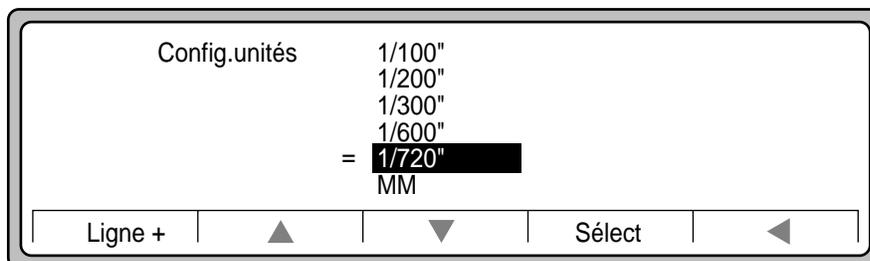

Figure 3-19 Choix de l'unité
10. Appuyez sur ▲ ou ▼ pour sélectionner un type d'unité (Figure 3-19).